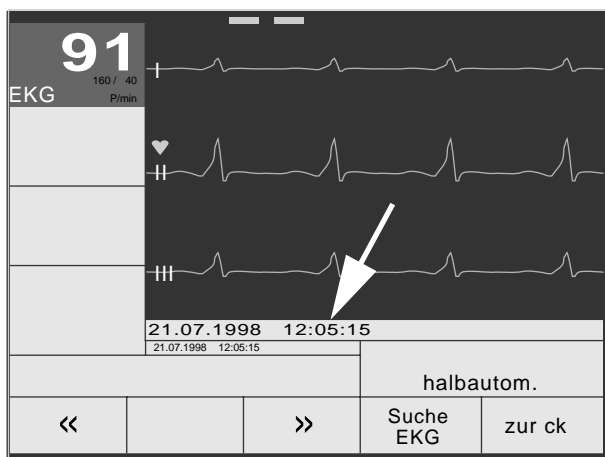

Bild 11-5. Playback-Funktion
- Rufen Sie mit **F4** **Playback** das Playback-Menü (Bild 11-5) auf.
Sie können jetzt mit **F1** und **F3** durch das gespeicherte EKG in 5-s-Abschnitten blättern. Die jeweilige Zeitangabe steht unter dem Kurvenfenster (Bild 11-5).